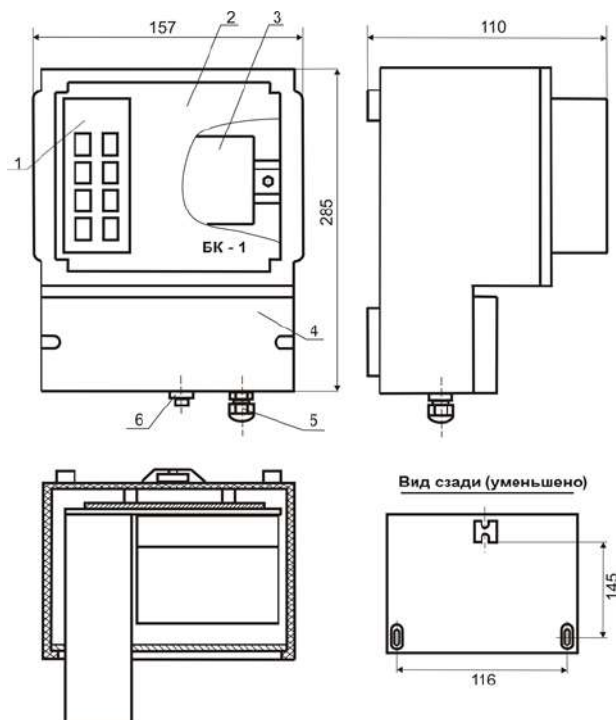

Рис. 9. Блок БК. Габаритные и установочные размеры.
1.8.2. Блок БК выполнен в пластиковом корпусе, конструкция которого предназначена для настенного монтажа. Габаритные и установочные размеры блока приведены на рис. 9.